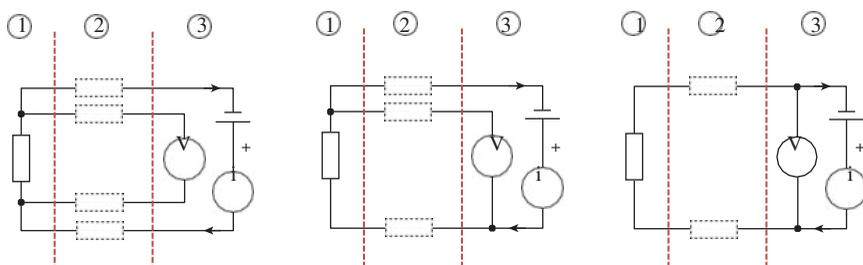

Рисунок 4.2
Сопротивление датчика Pt-100 измерено путем поставки небольшого течения (типично в следующем порядке в 1 mA) через датчик, и путем измерения падения напряжения тока, сопротивление можно высчитать. Как инструмент (3), который измеряет напряжение часто на некотором расстоянии от датчика (1), соединительные кабели (2) также будут влиять на результат (рис. 4.2). Если используются два провода, сопротивление кабеля будет просто добавлено к температуре. При использовании грубого медного кабеля 0,75 мм², погрешность измерения составляет около 0,1 °C на метр.